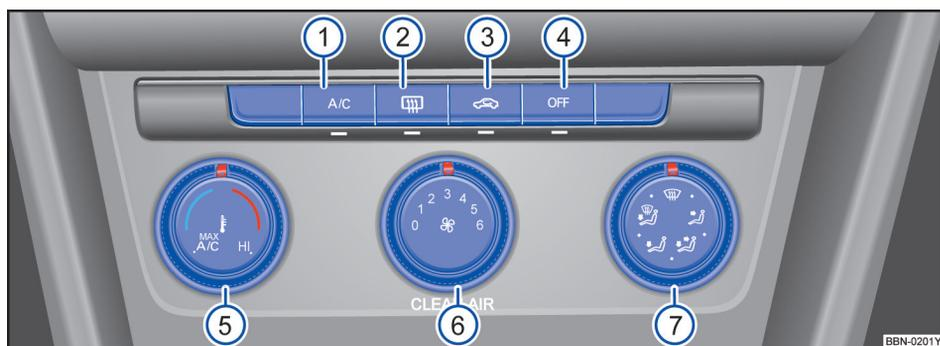

图 97 中控台上：电子手动空调的操作元件
– 按压按钮→ 图 97 ③，即可打开或关闭空气内循环模式。如果此按钮中的指示灯亮起，说明其处于打开状态。